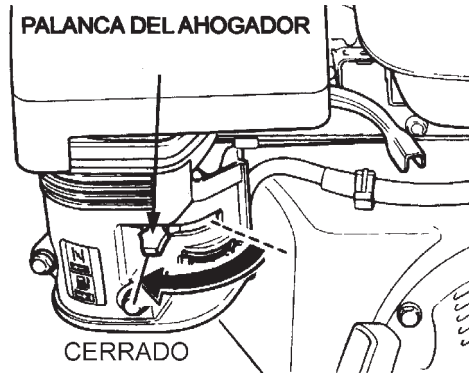

Figura 15. Palanca de ahogamiento del motor (Closed cerrado)
4. Coloque la *palanca de ahogamiento* (Figura 15) en la posición "**CLOSED**" **CERRADO**, si arranca con el **motor caliente** ó si la **temperatura esta caliente**.